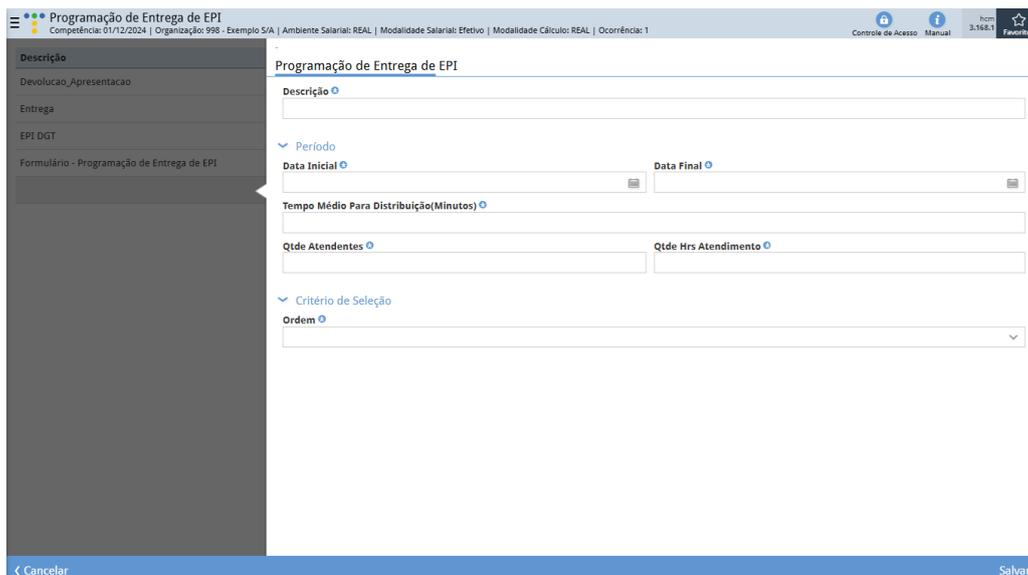

Figura 78: Formulário
3. Preencha o formulário (Figura 78) com as informações solicitadas: